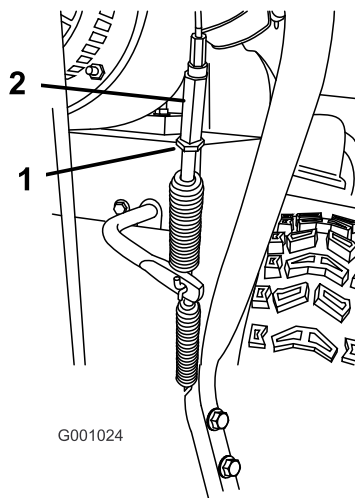

Figura 46
5. Allentate il controdamo (Figura 46).
6. Allentate o serrate il tornichetto che regola la tensione del cavo (Figura 46).